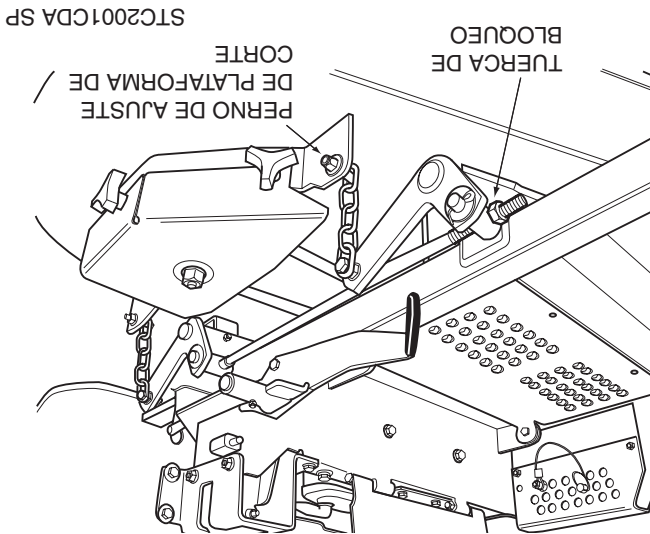

Figura 6-4. Ajuste de la plataforma de corte
1. En el lado frontal del lado izquierdo de la plataforma de corte, ubique el perno de ajuste de la misma. (Vea la Figura 6-4)